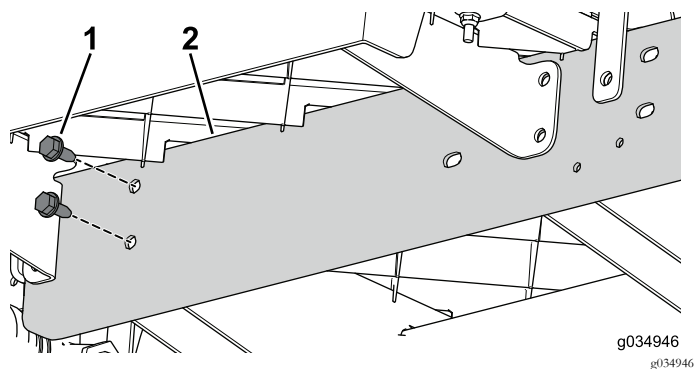

Figura 26
- Utilize os 2 parafusos (5/16 x 3/4 pol.) para instalar sem apertar a calha de extensão para o canal central para a secção dianteira da máquina (Figura 26).